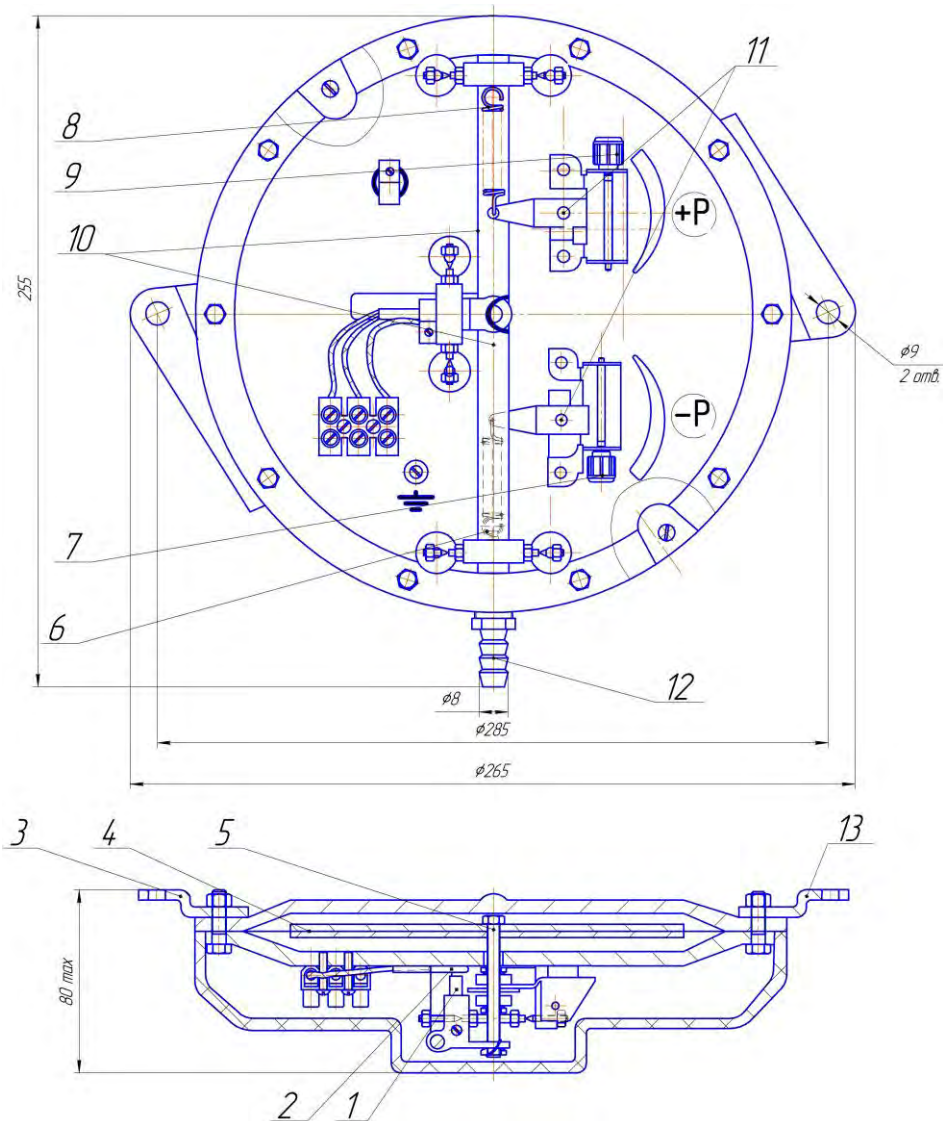

Рис. 1 Габаритные и присоединительные размеры датчика-реле напора и тяги ДЕМ107
4.1. Датчик-реле состоит из трех узлов (рис. 1, 2):
6.1. Датчик-реле крепится в вертикальном положении (штуцер и ввод проводов – внизу, рис.1) к стене или стенду при помощи кронштейнов 13. К контролируемой среде присоединяется штуцером гибкой трубкой.
6.2. Пружины напора и тяги 6, 8 (рис. 1, 2) до настройки не должны быть нагружены.